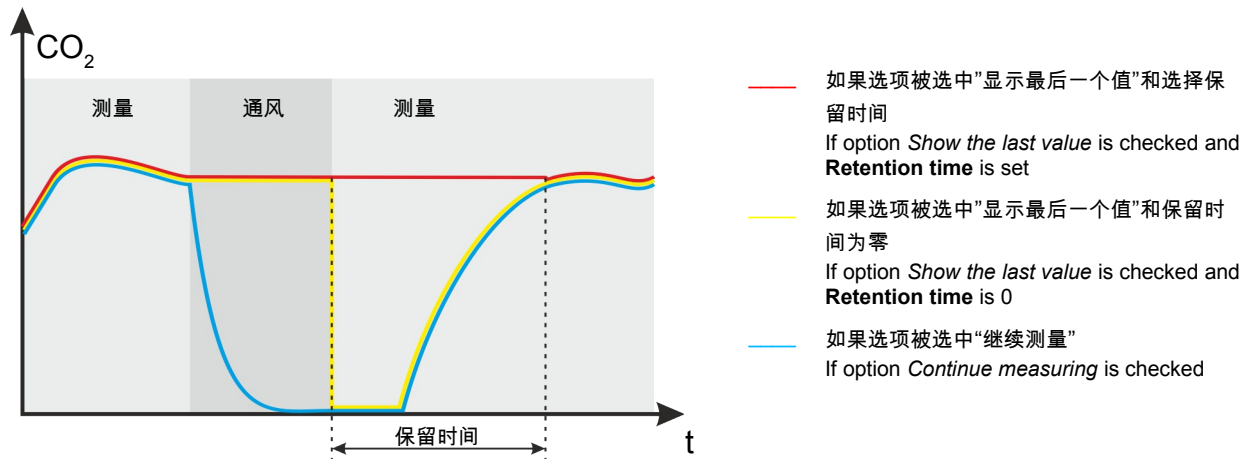

图 96. 该图形显示在连续测量周期不同的选项阶段的模拟输出信号电平。
如果按一下“开始输出测试 5V 或 10”按钮,5V 电压就出现在输出上. 这可以用来检查设备是否连接到从显示器的信号作出反应的输出. 再次按下按钮，结束测试. U1 的输出电压设置的一个例子可以在图 96 里可以看出. 输出已分配到的二氧化碳浓度测量。最大输出电压的设置为 10V。在滑块的帮助下,10%的二氧化碳浓度已分配到的最小输出电压和 30%的二氧化碳浓度 已分配到 最大输出电压。这意味着，除非二氧化碳浓度超过 10%的输出电压,将等于 0V. 如果二氧化碳浓度增加 10%以上，输出电压也上升，直到二氧化碳浓度达到 30 %的值。如果浓度值的增加更多,输出电压保持在最高水平。其他的电压输出的设置相同。
- “锁存最后测量值” - 特定的输出信号已锁存, 最后一个参值的显示, 在此阶段开始前, 按输出按钮. 如果此选项选定是在“在通风期”框架里, “保留时间”可以额外设置. 此设置规定最后的测量值在通风过程完成后, 在模拟输出上显示多久. 因为通风直接结束, (在一个新的气样到达传感器前) 气体系统已充满了惰性气体, 两个传感器读数和模拟输出信号是指惰性气体的浓度. 为了排除输出信号突然下降, 通风阶段后, 应设置适当的保留时间(图 96.).